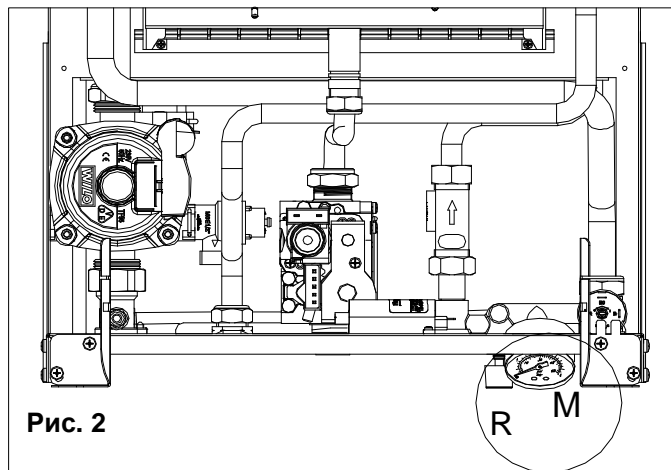
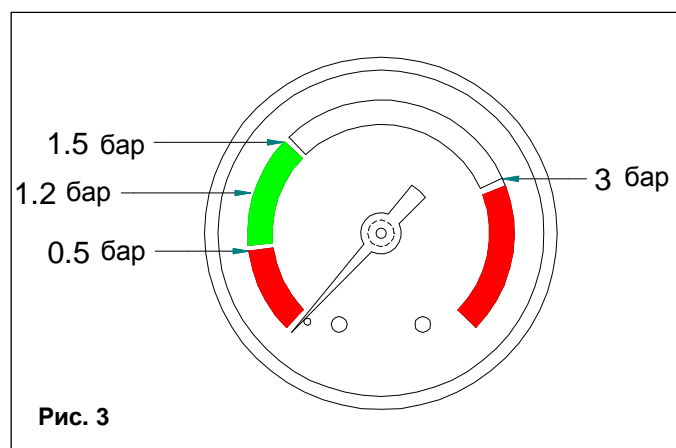

Рис. 2
Рис. 3
Давление воды в контуре отопления следует проверять в течение всего периода эксплуатации котла. В связи с этим показания на манометре **М** (рис. 2), расположенном в нижней части бойлера, не должны быть меньше 1 бар.
Для возобновления нормальной работы системы откройте внешний кран подпитки **Р** (рис. 2) и с помощью манометра **М** убедитесь в том, что давление системы достигает половины зеленого сектора (1,2 бар, см. рис. 3) и что на дисплее не горит код H2O.
- Проверьте давление теплоносителя в контуре отопления. Показания на манометре **М** (рис. 3), расположенном в нижней части бойлера, не должны быть меньше 1 бар.